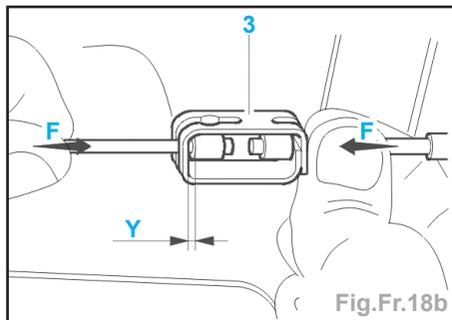

Fig.Fr.18b
Attention : vérifier la présence d'un jeu Y de 0.5 à 1 mm dans l'agrafe (3) (Fig.Fr.18b).